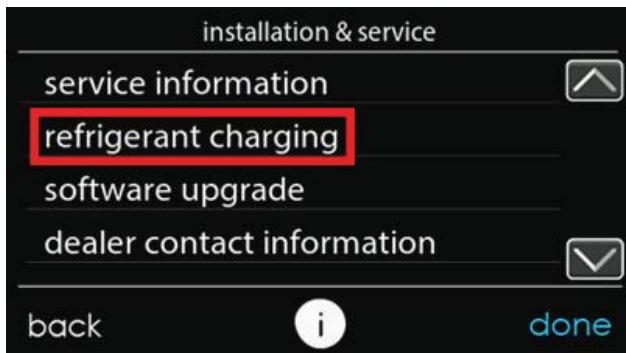
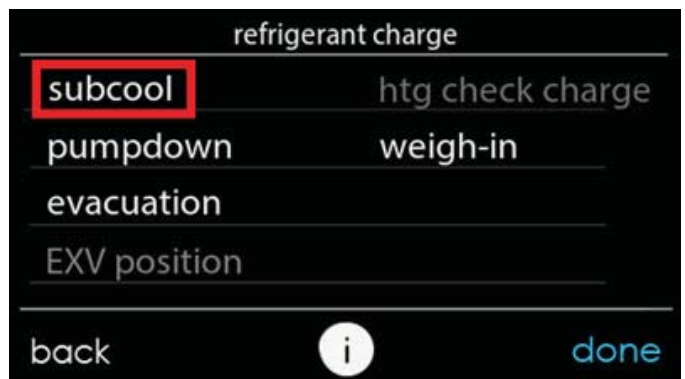

Fig. 12 – Sélectionner la charge de frigorigène
Fig. 13 – Sélectionner le sous-refroidissement de frigorigène
4. Accédez à la zone de service en appuyant sur le bouton MENU à partir de l'écran principal (voir la Fig. 11). Défilez jusqu'à l'icône d'entretien et maintenez-la jusqu'à ce qu'elle devienne verte. Une fois dans le menu d'installation et d'entretien, sélectionnez la charge de frigorigène (voir la Fig. 12).
5. Si la température ambiante extérieure se situe entre 18 °C (65 °F) et 41 °C (105 °F) et que la température intérieure se situe entre 18 °C (65 °F) et 27 °C (80 °F), sélectionnez « subcool » (charge de sous-refroidissement) (voir la Fig. 13).
2. Dans le menu « installation and service » (installation et entretien) de l'interface utilisateur (voir la Fig. 11), allez à « refrigerant charging » (charge de frigorigène) puis à « pump down » (évacuation de frigorigène) (voir les figures Fig. 11 et Fig. 12).
2. Dans le menu « installation and service » (installation et entretien) de l'interface utilisateur (voir la Fig. 11), allez à « refrigerant charging » (charge de frigorigène) puis « evacuation » (évacuation) (voir la Fig. 12 et la Fig. 13).